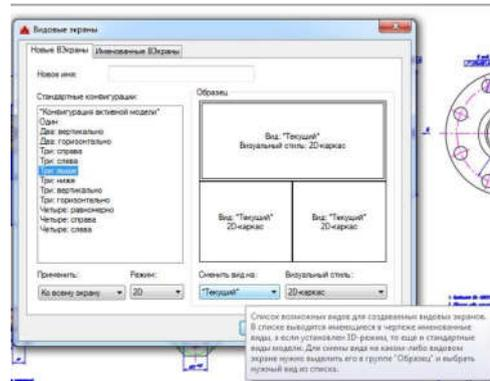

Рис. 10 Компонування видових екранів
14. Зараз у графічній зоні AutoCAD за замовчуванням відкритий єдиний видовий екран, що повністю займає вікно. Щоб створити додаткові видові екрани, виберіть меню Вигляд □ Виглядові екрани. З'явиться підменю зі стандартними варіантами компоновок (ри. 9), у якому виберіть "Нові VE...". У вікні, перегляньте наявні варіанти компоновання видових екранів і зробіть вибір, аналогічний рис.10.